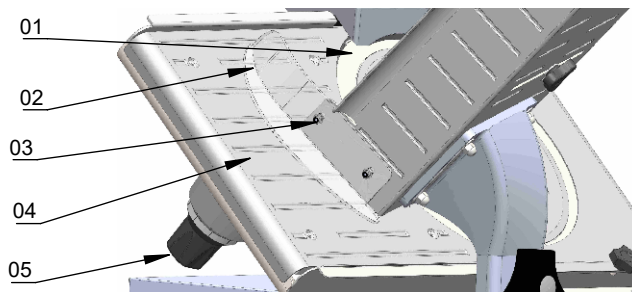

Figura 04
- 2.4.1 Retire as porcas e arruelas (Item 03, figura 04), utilize uma chave sextavada 7mm.
- 2.4.2 Coloque o protetor de acrílico (Item 02, figura 04) e recoloque as arruelas e porcas.
- 2.4.3 Utilize o regulador de espessura (Item 05, figura 04) nivele a mesa (Item 04, figura 04) com a lâmina (Item 01, figura 04) antes de regular o protetor.
- 2.4.4 O protetor (Item 02, figura 04) deve ser regulado a uma altura de 4mm da mesa (Item 04, figura 04), para que o carrinho corra livre, feito isso aperte as porcas para fixar o protetor.
- 3.1.2 Quando efetuar a limpeza com a lâmina instalada no aparelho, gire o regulador de corte (Item 5, figura 04) no ponto "Zero" para que a aresta de corte da lâmina seja protegida pela mesa, evitando contato.
- 3.1.4 Retire o disco central (Item 03, figura 05) soltando o manipulador (Item 05, figura 04), segurar o manipulador e girar o disco no sentido anti-horário para retirá-lo.